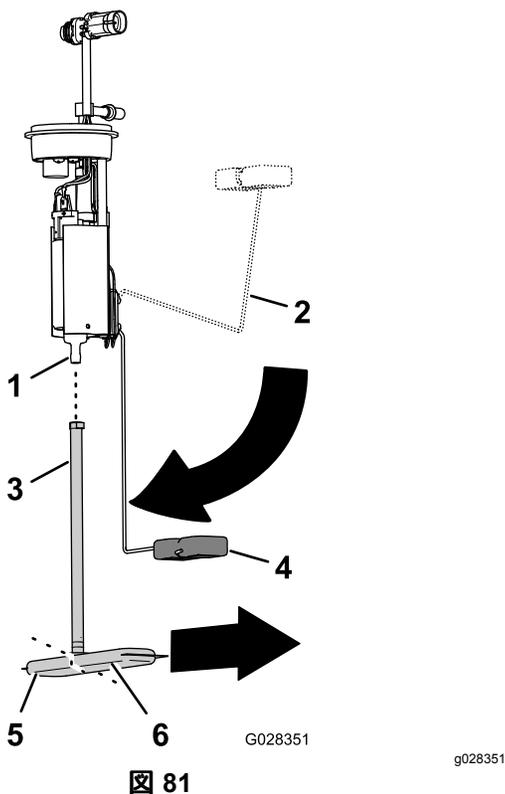

図 81
1. 燃料ポンプのフィッティングから燃料フィルタのピックアップチューブを外す 図 81。
2. 新しい燃料フィルタのピックアップチューブを、燃料ポンプのフィッティングに合わせる 図 81。
3. 燃料フィルタの長い方の脚を、フロートのアームが「残量ゼロ」位置の時のフロートに合わせる 図 81。
4. 燃料ポンプのフィッティングをピックアップチューブの一番奥まで入れる 図 81。
2. 燃料ポンプ / センダーユニットを、燃料タンク内部に入れる 図 80 と 図 81。